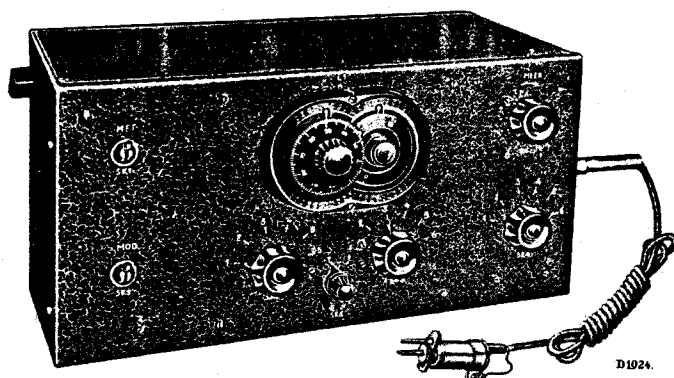

Fig. 4
1. Een service oscillator, bv. G.M. 2880 met een golflengtebereik van 14—3000 m (21.5 Mc—100 Kc), fig. 4.